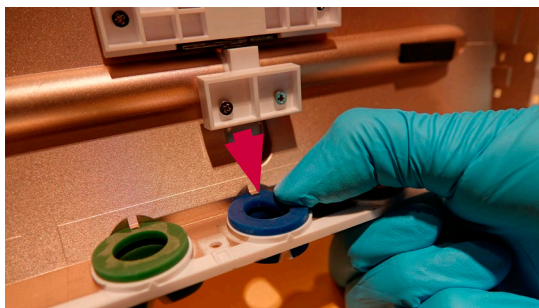

Figur 19 Fargemerkingen på VDI-kortet må stemme med fargeringen
- e) **Kontroller at fargeringen på bakdekselet har samme farge som indikasjonen på VDI-kortet (figur 19)**
Når bakdekselet settes på igjen, må du passe på at de fargede prikkene på VDI-kortene (figur 19) stemmer med fargene på fargeringene der de plasseres.